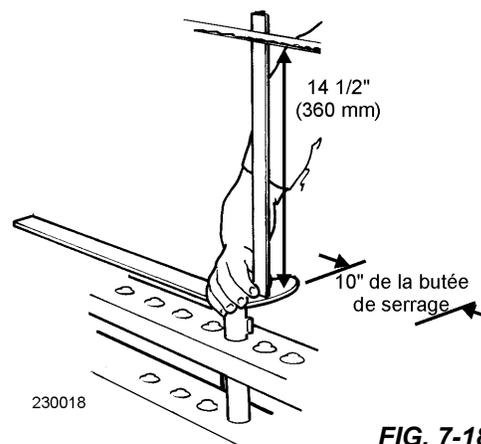

FIG. 7-18
1. Installez le dispositif de serrage de bille à son réglage le plus bas dans un trou où le serrage est placé à 254 mm de la butée de serrage (quatrième trou à partir de la butée). **Voir Fig. 7-18.**